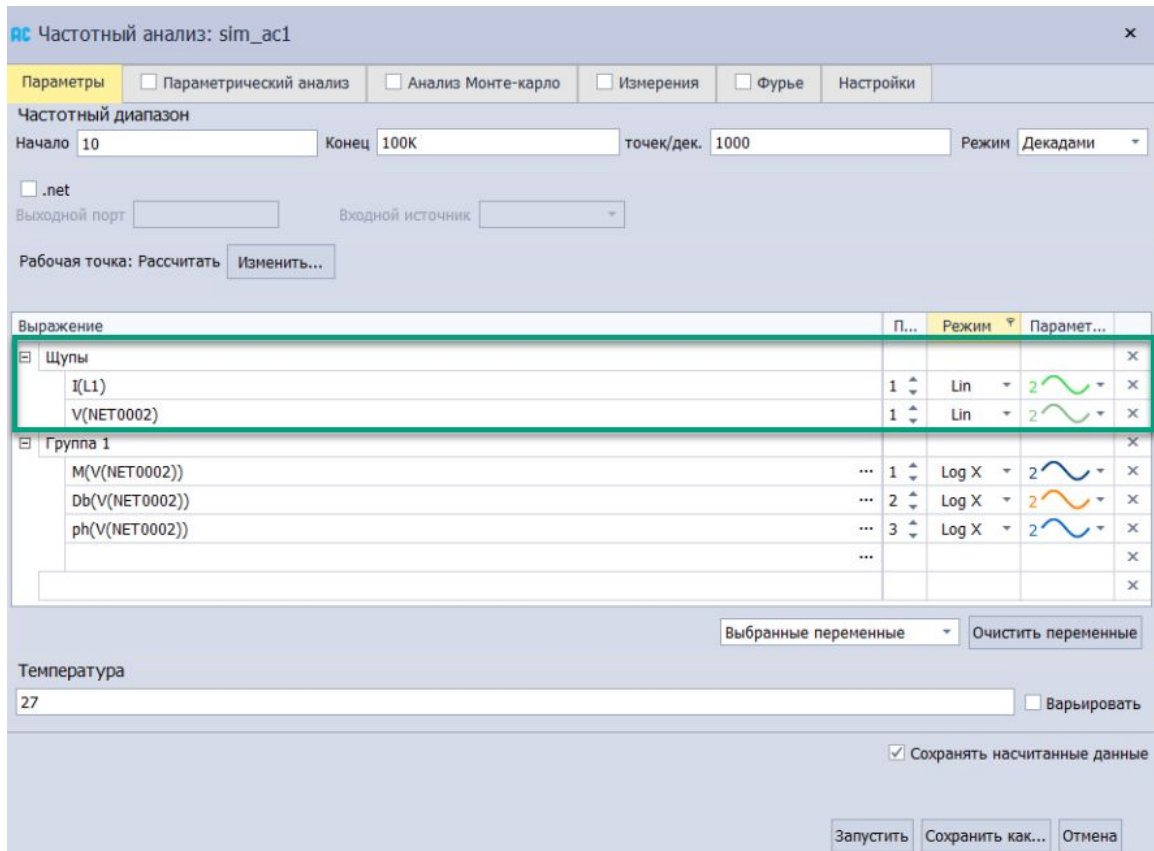

Рис. 159 Параметры частотного анализа sim\_ac1
2. Откройте параметры частотного анализа sim\_ac1, уже созданного в данном примере. В списке выражений в группе «Щупы» отображены заданные выражения, см. Рис. 159.